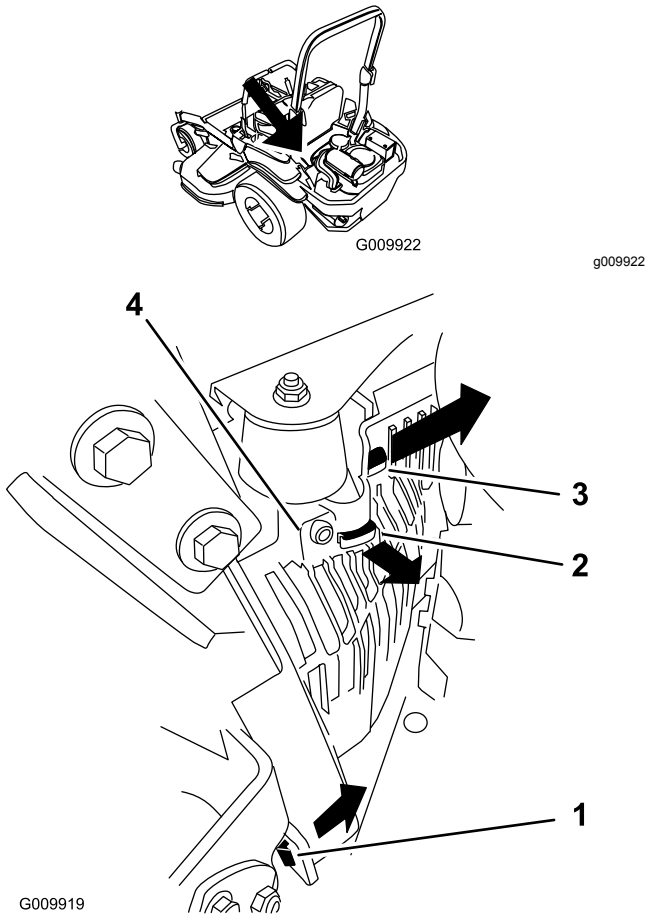

Figure 51
3. Déposez le capot de l'unité hydraulique gauche dans l'ordre indiqué à la Figure 51.
- Montez le capot de l'unité hydraulique gauche (Figure 51).